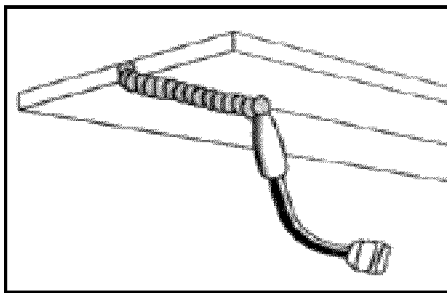

Fig. 10c
- **POSICIÓN SOBRE LA CABEZA:** es la posición para soldar más difícil. El ángulo A (vea "CÓMO SOSTENER EL SOPLETE") debe mantenerse a 60 grados. Mantener ese ángulo reduce las posibilidades de que caiga metal fundido dentro de la boquilla. El ángulo B debe mantenerse a cero grado, para que el alambre apunte directamente a la unión de soldadura. Si se produce un goteo excesivo del baño de fusión, seleccione una configuración de calor más baja. Además, el cordón de vaivén tiende a funcionar mejor que el cordón recto. (Fig. 10c)